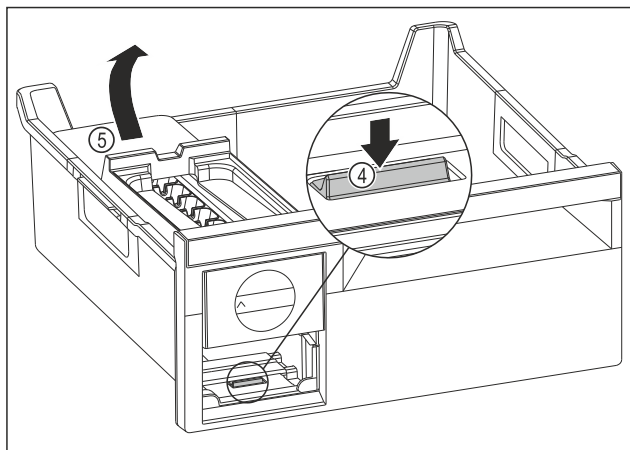

Fig. 131
- ▶ Scoaterea corpului EasyTwist-Ice: Apăsăți eclisa Fig. 131 (4) cu degetele în jos și concomitent cu cealaltă mână ridicați corpul EasyTwist-Ice Fig. 131 (5) din spate.